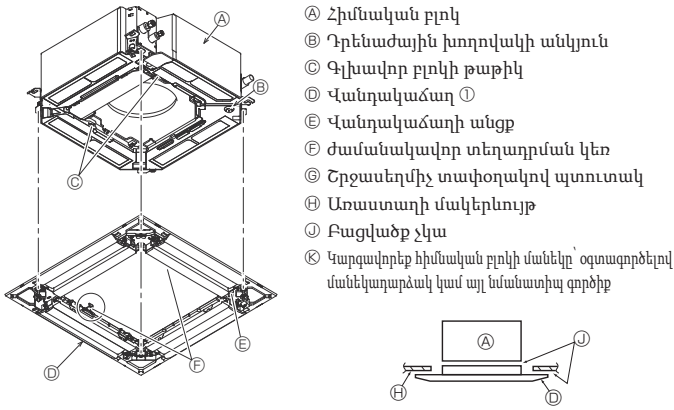

Fig. 9-6
### 9.4.2. Վանդակաճաղի ժամանակավոր տեղադրումը (Fig. 9-6)
- Ձգեք նախապես տեղադրված պտուտակները և ամրացրեք վանդակաճաղը հիմնական բրկին: (Fig. 9-6)
- Համոզվեք, որ հիմնական բրկի և վանդակաճաղի կամ վանդակաճաղի և առաստաղի մակերևույթի միջև տարածությունը չի մնացել: (Fig. 9-6)